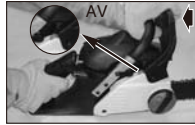

Fig. 6A
1. KJEDEBREMSEN er DEAKTIVERT (kjeden kan beveges) når BREMSEPAKEN ER TRUKKET BAK OG LÅST. Sørg for at kjedebremsehendelen er i AV-posisjonen. (Fig. 6A)